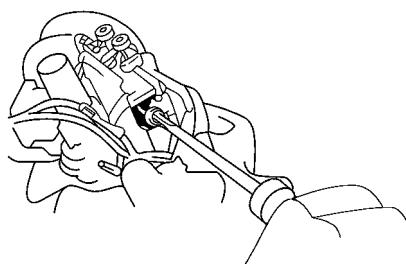

图 5-37 从点火器脱开分电器配线
1) 旋下 3 个螺钉，从点火器脱开分电器配线，如图 5-37 所示。